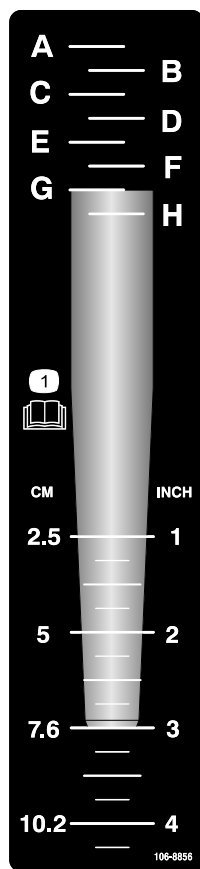

Figura 20
1. Adagiate la fustella desiderata nell'adesivo della profondità allineando la punta della fustella con la profondità di arieggiatura desiderata come mostrato nella Figura 20.
2. Determinate la lettera impostata allineata con l'estremità di fissaggio della fustella (Figura 20). Regolate il controllo della profondità secondo la lettera corrispondente sull'adesivo.